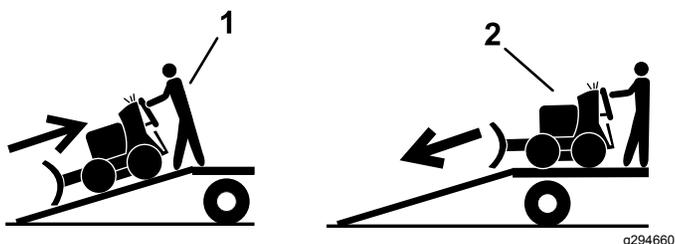

Figure 28
4. Montez la rampe en marche arrière (Figure 28).